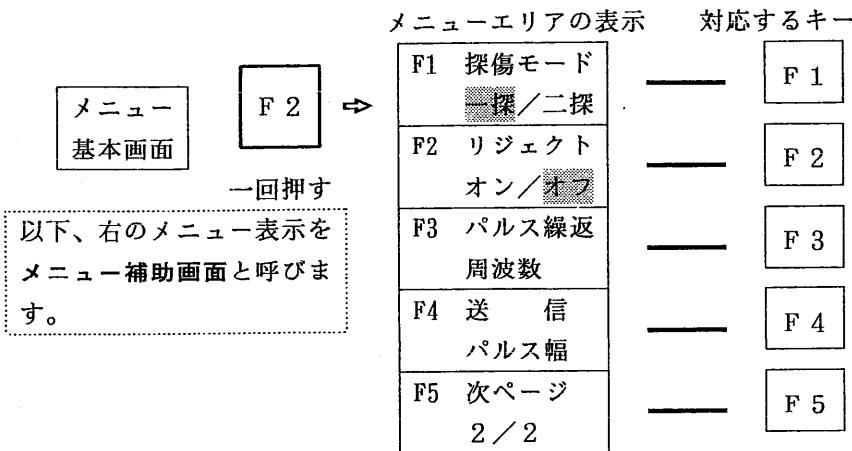

図 6.2.2 補助機能の構成 (1/3 ページの例)
- ① メニュー基本画面の [補助メニュー] に対応する F 2 キーを 1 回押すと、図 6.2.2 に示したメニュー補助画面がメニュー表示エリアに表示されます。
6. 2. 2 (1) 探傷モード